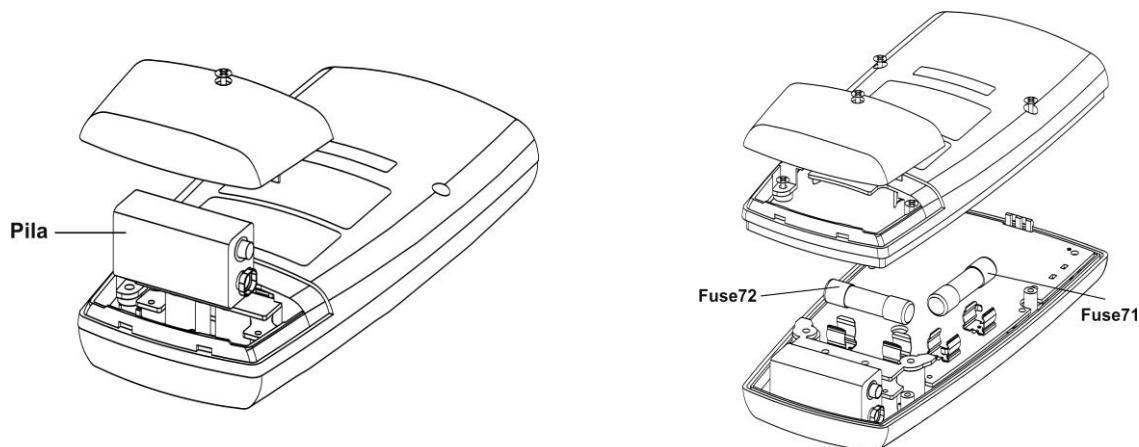

Fig. 11: Sustitución de la pila internas y fusibles
3. Quite el tornillo de fijación del hueco de la pila posterior, retire el mismo y extraiga la pila (vea Fig. 11)
3. Quite el tornillo de fijación del hueco de la pila posterior y Quite los cuatro tornillos de fijación de la cubierta posterior (vea Fig. 11)